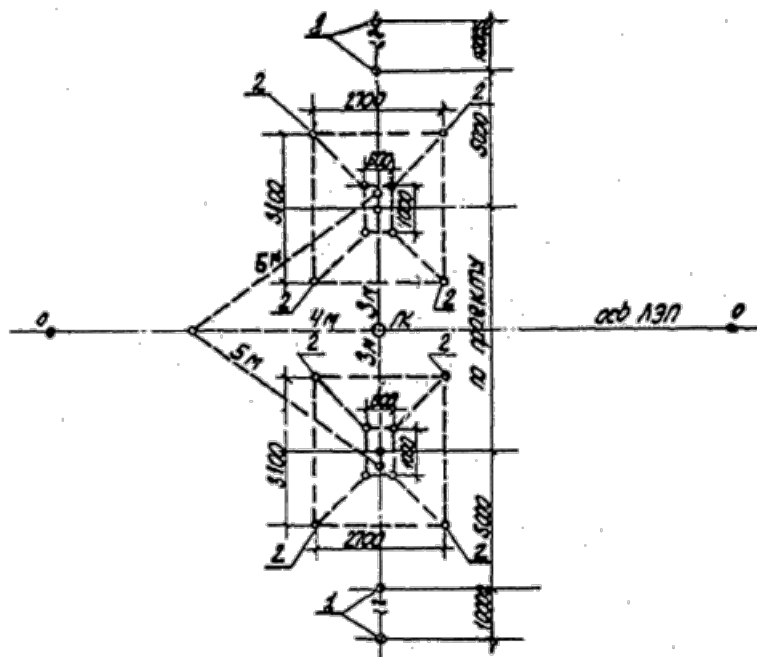

Рис.1. Схема разбивки котлованов под деревянные опоры
2. Перед началом разработки котлованов выполняется их разбивка и на земле закрепляются колышками продольная и поперечная оси пикета (опоры) (рис.1).
2. Разбивку котлована производят согласно схеме (рис.1) следующим способом:
б) для определения поперечной оси стальную рулетку натягивают по треугольнику с отношением сторон 3:4:5 (рис.1) и в углах этого треугольника забивают временные колышки. При этом сторона 4 м должна быть расположена строго по продольной оси пикета. Сторона 3 м, являясь поперечной осью пикета, закрепляется на земле колышками (1), как показано на схеме;